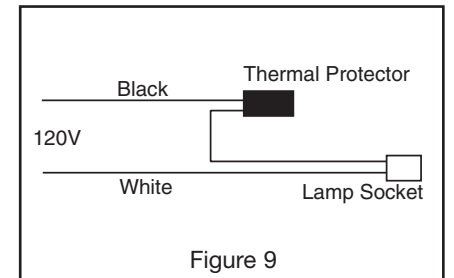

Figure 9
**Standard J-Box:** Connect supply wires to fixture wires with proper size wire nuts (not supplied), so as to cover all bare current-carrying conductors (Fig. 9).
Connect black fixture wire to hot, white fixture wire to neutral and green fixture wire to ground (Fig. 9).
**Caja Ensambladora Estándar:** Conecte los hilos del suministro eléctrico con los hilos del portalámpara utilizando tuercas para hilos del tamaño adecuado (de otros fabricantes), a fin de cubrir todos los conductores activos expuestos (fig. 9).
Suministra tira de alambre al 3/8", inserta cada suministro de alambre en el conector apropiado de la caja ensambladora. Conecte el alambre negro del accesorio con el accesorio caliente, el accesorio blanco con alambre neutro y el alambre verde con el alambre de tierra (fig. 9).